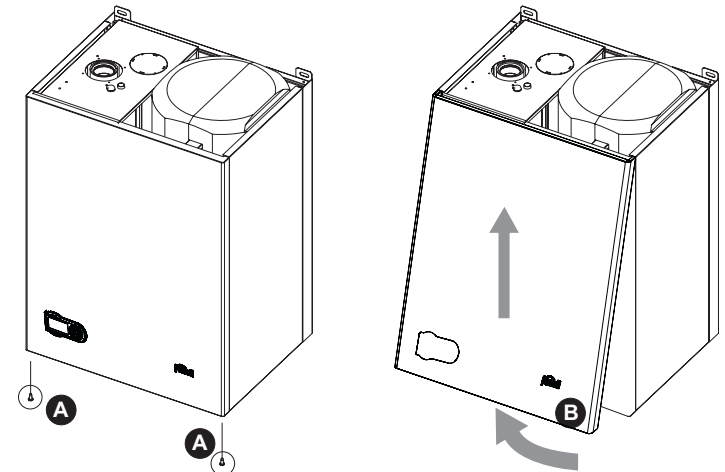

рис. 28 - Демонтаж кожуха
- Отвинтите винты "А" (см. рис. 28).
- Поверните кожух (см. рис. 28).